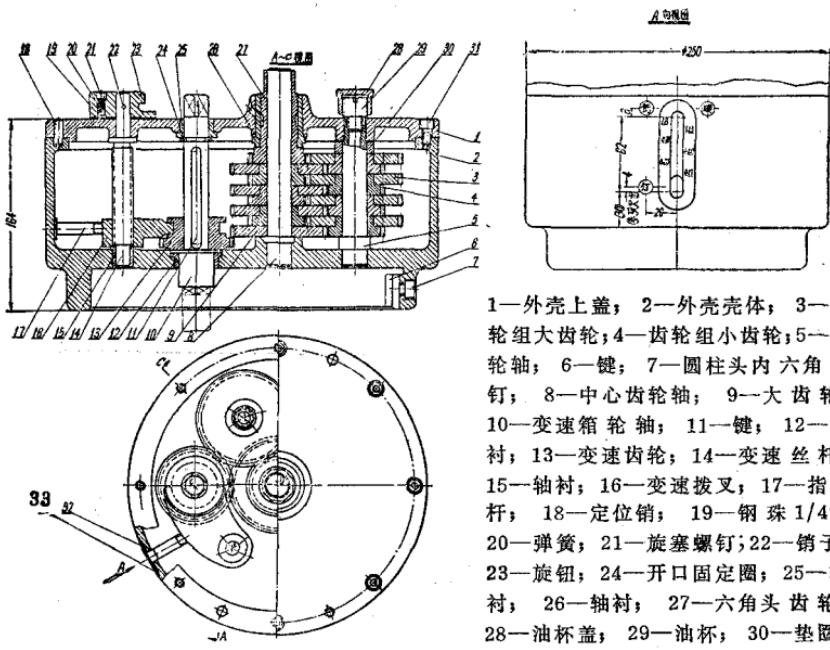

图 5 现场镗孔机进给齿轮箱
纵向进给运动：镗杆 5 的转动，带动了用键连接在该杆端头的纵向进给齿轮箱 6，因为进刀箱内采用一组“行星式”相同速比的齿轮传动装置，只要把摇手把 9 用链条固定在某一处，就能使丝杆 F 转动（因为进刀箱中滑移齿轮的轴下端用内六角套与丝杆轴连接（图 5）），而迫使青铜螺母 G 带动刀架 E 和切削刀具 H，以一定的速度作纵向直线运动。
5. 纵向进给齿轮（图5）